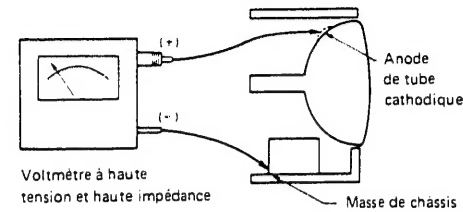

Fig. 1 Raccordement du voltmètre haute tension
2. Raccorder un voltmètre entre l'anode du tube cathodique et la masse de châssis (K3) comme représenté sur la Fig. 1.